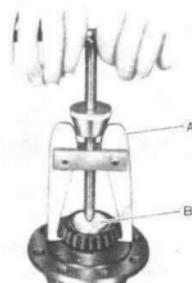

图 13-17
(17) 用专用工具拉出差速器左侧轴承及调整垫片，见图13-17。
(18) 检查差速器轴承的内外滚道，以及滚子等是否有严重磨损、烧损等现象，转动是否灵活平稳，否则应更换。